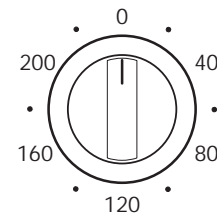

fig. 7
- Le bouton de thermostat (Fig. 7) permet de programmer la température de la friteuse de 40 à 200 °C. La friteuse est équipée d'un limiteur maximum et est ainsi protégée contre les excès de température.